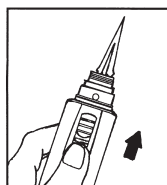

Fig. 3
3. Skyv tenneren framover for å tenne gassen. Vent i 2 sekunder før du slipper tenneren. Se fig. 3.